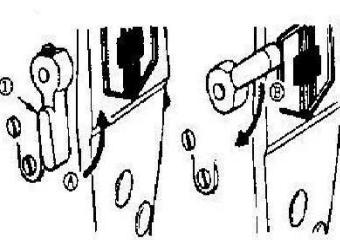
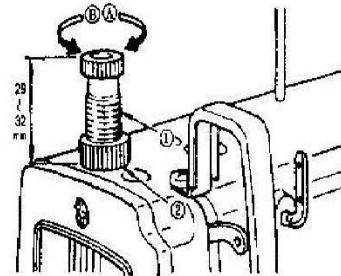

Рис. 16
Рис. 17
10. РУЧНОЙ ПОДЪЕМНИК ЛАПКИ (Рис. 16).
- Чтобы остановить машину с прижимной лапкой в верхнем положении, поверните рычаг (1) в направлении "A".
- Прижимная лапка вернется в первоначальное положение, если рычаг ручного подъема (1) будет повернут вниз в направлении «В».
11. ДАВЛЕНИЕ ПРИЖИМНОЙ ЛАПКИ (Рис. 17)
- Ослабьте гайку (2). При повороте пружинного регулятора лапки по часовой стрелке (в направлении А) давление лапки усиливается.
- После регулировки затяните гайку (3).